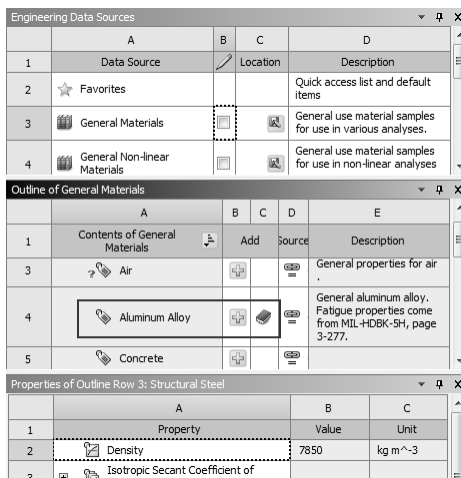

图 4-35 添加材料
Step3: 在 Engineering Data Sources 表中选择 A3 栏 General Materials, 然后单击 Outline of Favorites 表中 A5 栏 Aluminum Alloy (铝合金) 后的 B5 栏的 + (添加), 此时在 C5 栏中会显示 (使用中的) 标识, 如图 4-35 所示, 标识材料添加成功。